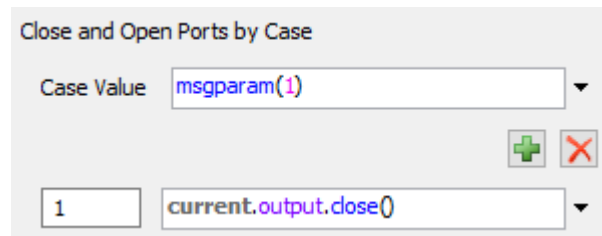

Fig. 5. Paramètres de Close and Open Ports
1. **Close and Open Ports Based on Case** – l'action appropriée est exécutée en fonction de la valeur définie dans le champ Case Value. Les paramètres de la fig. 5 indiquent que le port de sortie de l'objet courant est « current ». L'output sera fermé par `close()` si l'objet reçoit un message dont le premier paramètre, `msgparam(1)`, est égal à 1.